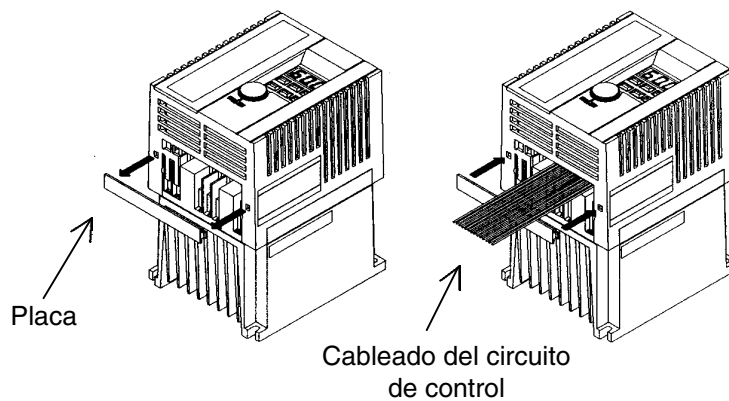

Figura 2-3-8 Extracción del cableado del circuito de control
- 5) Quite la placa del fondo de la cubierta antes de proceder al cableado del circuito de control del variador y vuélvala a instalar después del cableado, como se muestra en Figura 2-3-8.